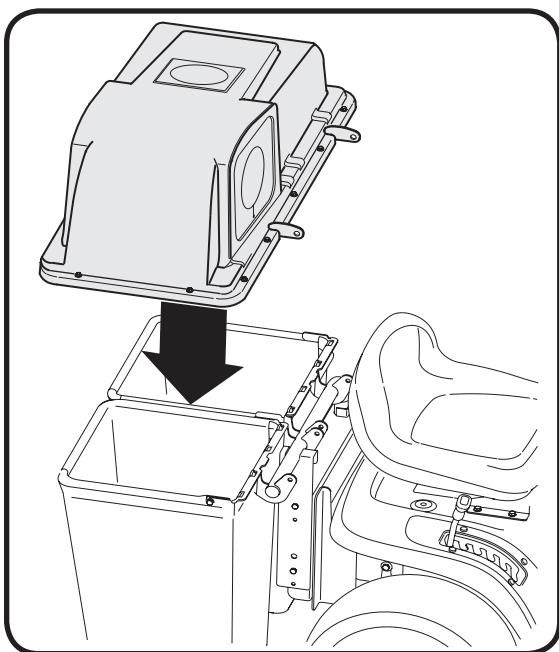

Figure 19
3. Placez le couvercle sur les sacs à herbe et alignez les orifices des charnières du couvercle avec les orifices correspondants du tube support. Voir la Figure 19.